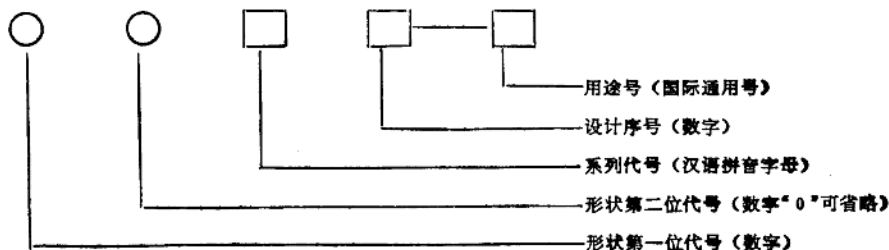

图 1—1
6. 电工仪表的型号 安装式指示仪表型号如图1—1。例如44C2—A型电 流 表，其中“44”表示形状代号，“C”表示磁电系仪表，“2”为设计序号，“A”表示用于电测量。例如